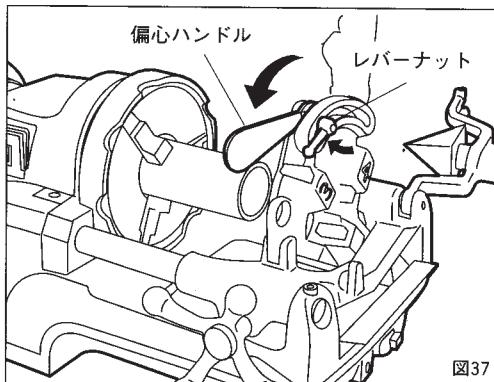

図37
①ねじ切りのサイズ寸法を合わせるには偏心台の目盛りを、ダイヘッドのサイズ目盛りのねじ切り寸法に合わせて、レバーナットを締めて固定してください。(図37)